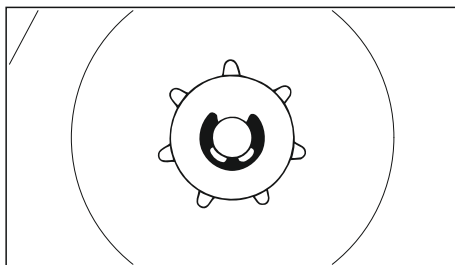

Рис. 73
- Звёздочку цепи вместе с сепаратором игольчатого шарикоподшипника снять с коленвала (рис. 73)